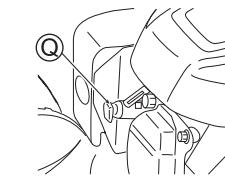

Fig. 35
- Enlevez le Capuchon de bougie (Q). **(Voir Fig. 35)**
2 Sortez le réservoir à carburant et le carburateur de l'essence qu'ils contiennent. (Voir Fig. 35)